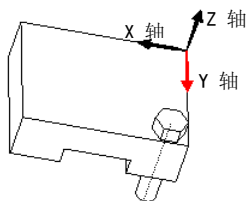

图 7.4.1 复制前
可以对完成装配后的元件进行复制。例如：现需要对图 7.4.1 中的螺钉元件进行复制，如图 7.4.2 所示。下面举例说明其一般操作过程。
Step2. 作为元件复制的准备工作，先创建一个图 7.4.1 所示的坐标系。